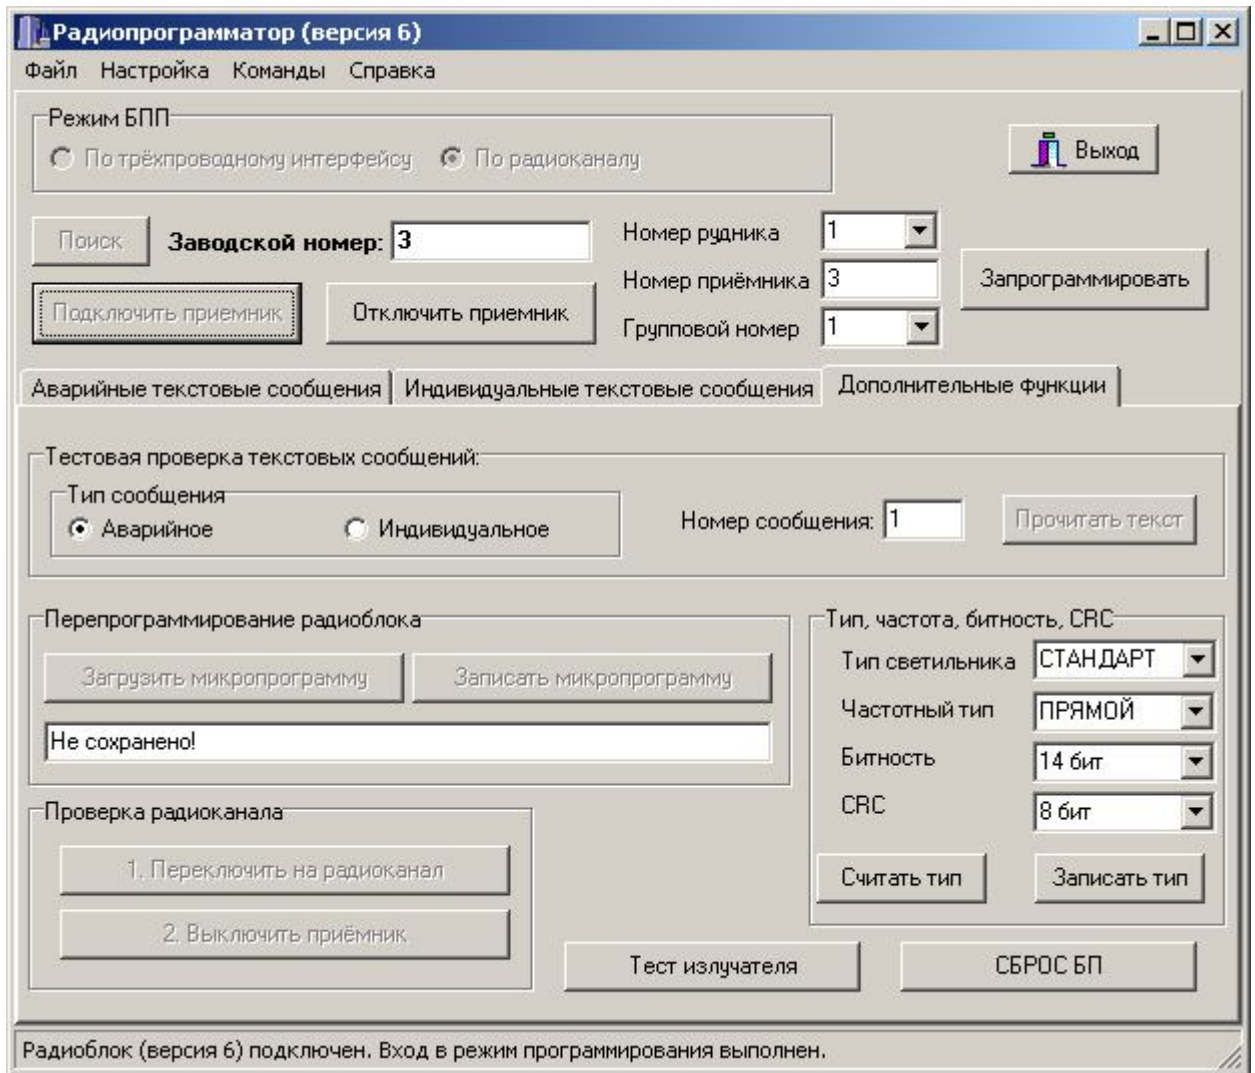

Рис. 3
3.4.1 После подключения приемника **версии 6** можно считать дополнительные параметры - тип, частота, битность, CRC, нажав кнопку «Считать тип» (см. рис. 3).
Приемник **версии 6** имеет ряд программируемых параметров, которые отсутствовали в более ранних версиях. Строки редактирования этих параметров расположены на вкладке «Дополнительные функции» в рабочей области «Тип, частота, битность, CRC» (см. рис. 3). Описание этих параметров находится в разделе 3.4. Считывание всех параметров производится